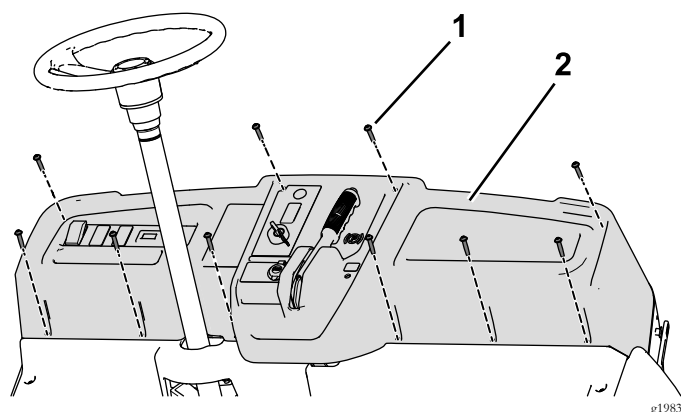

図 62
3. ダッシュボードを固定しているねじ 1/4 x 1-1/4 インチ 10 本を外してダッシュボードを部分的に外して、駐車ブレーキケーブルを外す 図 62。